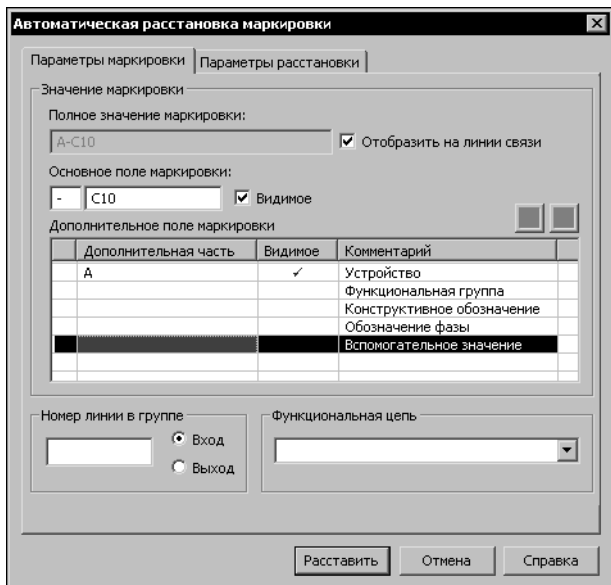

Рис. 18.9. Диалог задания параметров маркировки
- ▼Параметры маркировки (рис. 18.9, табл. 18.9),